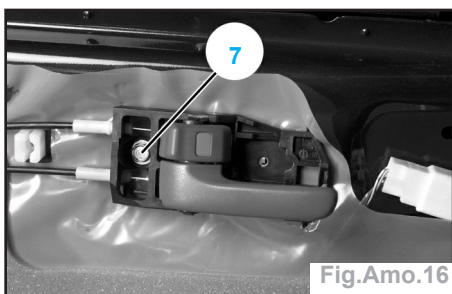

Fig.Amo.16
- la vis de fixation (7) de la commande d'ouverture de porte (Fig.Amo.16),